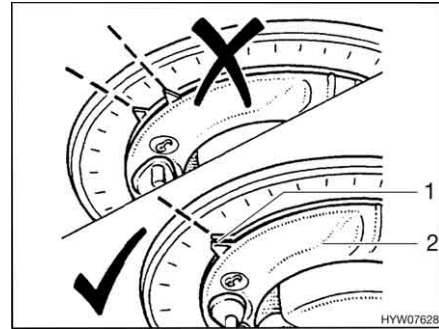

Fig. 18 Abbassamento dell'antenna
- Ruotare il dispositivo di rilevamento (Fig. 18,2) finché le due piccole frecce (Fig. 18,1) non si sovrappongono. L'antenna deve essere rivolta all'indietro.